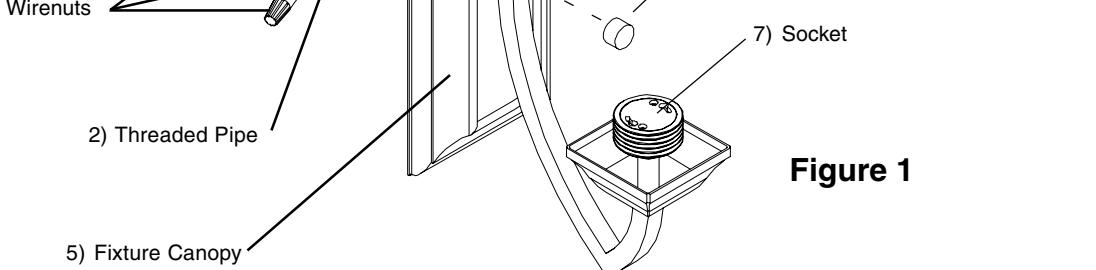
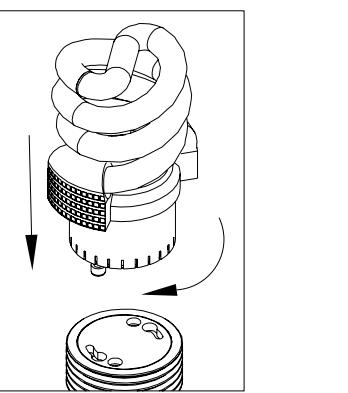

Figure 1
Figure 2
- Passer le tuyau fileté (2) environ 1/4 po dans le centre de la traverse (1).
- Insérer les vis (3) dans les fentes de la traverse (1) et fixer la traverse à votre boîte de jonction. **Voir la fig. 1.**
- L'alimentation coupée, tenir solidement l'appareil et connecter le fil de terre vert de l'appareil au fil de terre nu en cuivre de la boîte de jonction à l'aide d'un capuchon de connexion (4). (Si le câble d'alimentation ne comprend pas un fil de mise à la terre, consulter votre code d'électricité local et vérifier les méthodes conformes de mise à la terre). **Voir la fig. 1.**
- Utiliser des capuchons de connexion (4) pour connecter le fil noir de l'appareil au fil noir de l'alimentation et le fil blanc de l'appareil au fil blanc de l'alimentation. **Voir la fig. 1.**
- Aligner le trou du pavillon de recouvrement (5) sur la tige filetée (2) de la traverse (1) et fixer à l'aide du faîteau décoratif (6).
- Dévisser l'anneau de blocage (9) de la douille (7).
- Placer l'abat-jour de verre (8) sur la douille (7) et remettre l'anneau de blocage (9).
- Pour installer la lampe (10), entrer les broches du culot dans la douille (7) et tourner en sens horaire jusqu'à ce que solide. **Voir la fig. 2**
- Thread Threaded Pipe (2) about 1/4" into center of Crossbar (1).
- Insert Screws (3) into slots in Crossbar (1) and attach the Crossbar to your junction box. See Fig. 1.
- With the power turned off, hold the fixture firmly and connect the green ground wire from the fixture to the bare copper ground wire from the junction box using a Wirenut (4). (If house wiring does not include a ground wire, consult your local electrical code for approved grounding methods). See Fig. 1.
- Use Wirenuts (4) to connect black fixture wire to the black power supply wire and white fixture wire to the white power supply wire. See Fig. 1.
- Align hole in Fixture Canopy (5) over Threaded Pipe in Crossbar and secure with Decorative Finial (6).
- Unscrew Lock Ring (9) from the Socket (7).
- Place the Glass Shade (8) over Socket (7) and reinstall Lock Ring (9).
- To install Lamp (10)- insert pins into socket (7) and rotate clockwise until secure. See Fig. 2.
- Enrosque el Tubo Roscado (2) a como 1/4" en el centro de la Barra Transversal (1).
- Inserte los tornillos (3) en las ranuras en la Barra Transversal (1) y ate la Barra Transversal a su caja de ensambladura. Vea Fig. 1.
- Con la electricidad apagada, sostenga el luminario firmemente y conecte el alambre verde de conexión a tierra del luminario al alambre de cobre descubierto de conexión a tierra de la caja de ensambladura usando un Capuchón de Alambres (4). (Si el alambrado de la casa no incluye un alambre de conexión a tierra, consulte su código eléctrico local para métodos de hacer tierra aprobados). Vea Fig. 1.
- Use Capuchones de Alambres (4) para conectar el alambre negro del luminario al alambre negro de suministro de electricidad y el alambre blanco del luminario al alambre blanco de suministro de electricidad. Vea Fig. 1.
- Alinee el agujero del Espaciador de Sobreelio del Luminario (5) sobre el Tubo Roscado (2) en la barra transversal (1) y asegure con Finial Decorativo (6).
- Desenrosque el anillo de cierre (9) del enchufe (7) e
- Coloque la Pantalla de Cristal (8) sobre el enchufe (7) e reinstale el anillo de cierre (9).
- Para Instalar la lámpara (10) – inserte las clavijas en la base del enchufe (7) y gire hacia su derecha hasta que quede segura. Vea Fig. 2.